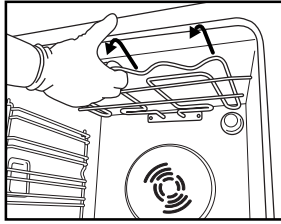
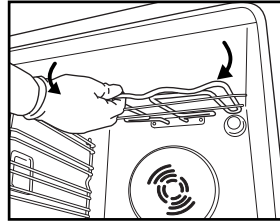

Fig. 4
Fig. 5
2. Trageți puțin în față rezistența (Fig. 4) și coborâți-o (Fig. 5).